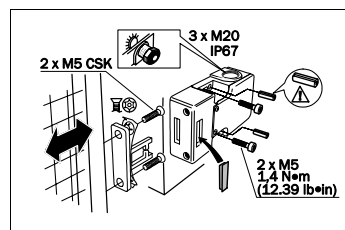

Fig. 1 : Montage de l'interrupteur de sécurité
- Fixer l'interrupteur de sécurité avec 2 vis M5, serrer à 1,4 Nm (cf. Fig. 1).